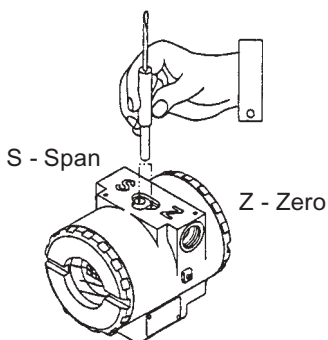

Fig. 4.1 - Aggiustaggio Locale dello Zero e dello Span e Interruttori di Aggiustaggio Locale
Sotto la piastra di identificazione del trasmettitore si trovano i fori per l'attivazione dei due interruttori magnetici con l'attrezzo magnetico (vedere fig. 4.1).
- Inserire l'attrezzo magnetico nel foro di aggiustaggio ZERO (Vedi fig 4.1)